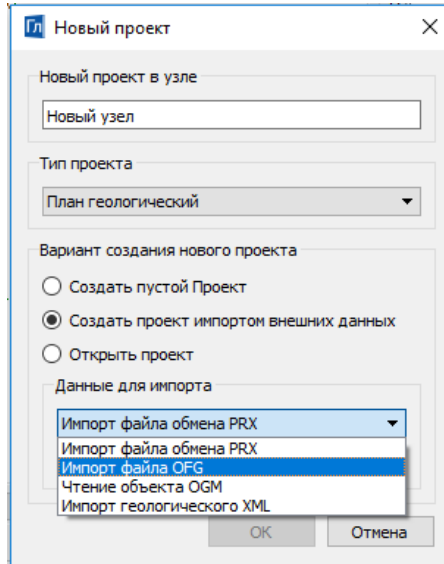

Рис. 9.1
- В открывшемся окне **Новый проект** из списка **Тип проекта** выберите – *План геологический* (рис. 9.1).
Во втором случае переключатель устанавливается на варианте создания нового проекта **Создать проект импортом внешних данных** и из выпадающего списка выбирается необходимый тип данных (рис. 9.1).